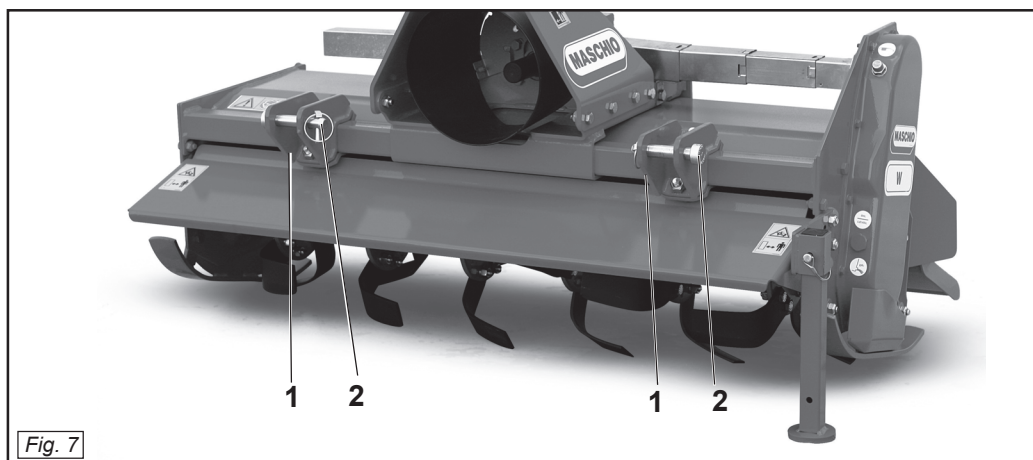

Fig. 7
In base alle dimensioni specifiche di questi tipi di attacchi dei trattori è necessario determinare la posizione più favorevole della macchina spostando opportunamente le piastre (1 Fig. 7) e inserendo i perni (2 Fig. 7) nei fori corrispondenti al giusto diametro delle parallele del trattore.
Le piastre vanno montate sempre e solo come mostrato in Fig. 7, con i fori posizionati anteriormente al tubo quadro.
Depending on the precise dimensions of these two types of hitches, find the best position for the machine by moving the plates (1 Fig. 7) along and inserting the pin (2 Fig. 7) in the holes corresponding to the correct diameter for the tractor's parallel arms.
The plates must always and only be mounted as shown in Fig. 7 with the holes towards the front of the square tubular.
En fonction des dimensions spécifiques de ces types d'attelages des tracteurs il faut déterminer la position la plus favorable de la machine en déplaçant, les plaques (1 Fig. 7) et introduire les axes (2 Fig. 7) dans les trous correspondant au bon diamètre des parallèles du tracteur.
Les plaques doivent obligatoirement être montées comme illustré dans la Fig. 7, en utilisant les trous placés à l'avant du tube carré.
Alle Maschinen können an jedem beliebigen Schlepper mit Universal-Dreipunktaufhängung der 1. Kategorie angebaut werden. Aufgrund der spezifischen Abmessungen dieser beiden Schlepperschlüsse kann man die günstigste Position der Maschine festlegen, indem man die Platten (1 Abb. 7) und die Bolzen (2 Abb. 7) in die entsprechenden Bohrungen mit dem richtigen Durchmesser auf dem Schleppergestänge einsteckt.
Die Platten dürfen nur und ausschließlich so montiert werden, wie es in Abb. 7 gezeigt ist, nämlich mit den Bohrungen, die vor dem Vierkantrohr angeordnet sind. Der Hersteller haftet nicht für die Beschädigung der Maschine oder des Schleppers infolge der Nichtbeachtung dieser Angabe.
Todas las máquinas pueden ser adaptadas a cualquier tractor dotado de enganche universal de tres puntos de 1ª categoría. En relación a las dimensiones específicas de estos tipos de enganche de los tractores hace falta determinar la posición más favorable de la máquina desplazando oportunamente las placas (1 Fig. 7) e introduciendo los pernos (2 Fig. 7) en los orificios correspondientes al correcto diámetro de las paralelas del tractor.
Las placas deben ser montadas siempre y solamente según lo indicado en la Fig. 7 con los orificios posicionados delante del tubo cuadrado.
- 1) Accostare le parallele del sollevatore ponendole all'interno delle piastre (1 Fig. 7), inserire il perno (2 Fig. 7) nel foro predisposto e bloccare con le copiglie a scatto.
- 1) Near the lift bars, setting them in the most suitable plates (1 Fig. 7). Insert the pin (2 Fig. 7) into the relative hole and lock in place with the snap-in split pins.
- 1) Approchez les barres du relevage en les plaçant à l'intérieur des plaques les plus appropriées (1 Fig. 7), introduisez l'axe (2 Fig. 7) dans le trou correspondant et bloquez par les goupilles à encastrement.
- 1) Die Lenker des Krafthebers annähern und in die am besten geeigneten Platten schieben (1 Abb. 7). Den Bolzen (2 Abb. 7) in das Loch stecken und mit dem einrastenden Splint blockieren.
- 1) Acercar las barras del elevador poniéndolas dentro de las placas más indicadas (1 Fig. 7), introducir el perno (2 Fig. 7) en el orificio y bloquear con los pasadores de resorte.